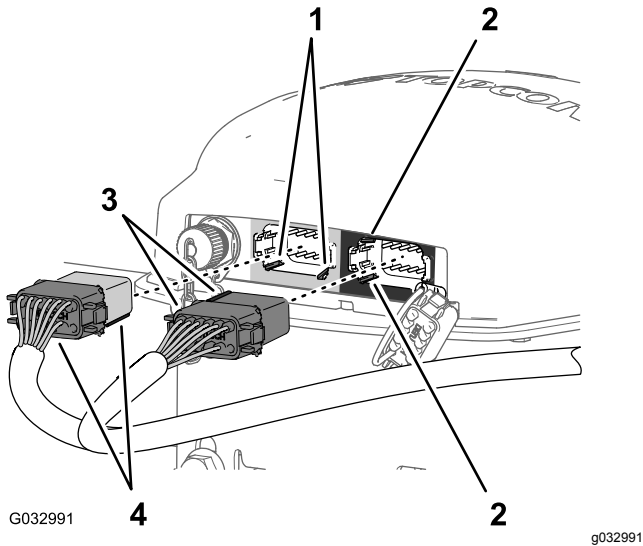

**Figure 158**
2. Acheminez la branche de 390 cm du faisceau de données le long du tube droit du système ROPS, en orientant le connecteur à 12 douilles (gris) et le connecteur à 12 douilles (noir) vers le haut et le récepteur de navigation (Figure 158).
7. Avec 2 serre-câbles, attachez la branche de 390 cm du faisceau de données au tube droit du système ROPS, comme montré à la Figure 158.